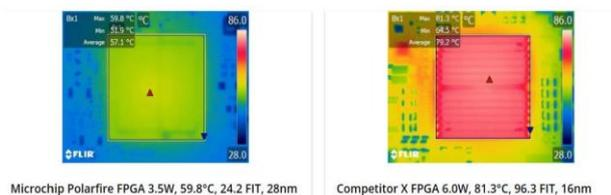

图 5: PolarFire®和竞争对手的热量对比
- 和类似复杂度的传统 SRAM FPGA 相比,降低了一半的 **功耗**,并降低了散热设计的开销(图 5)